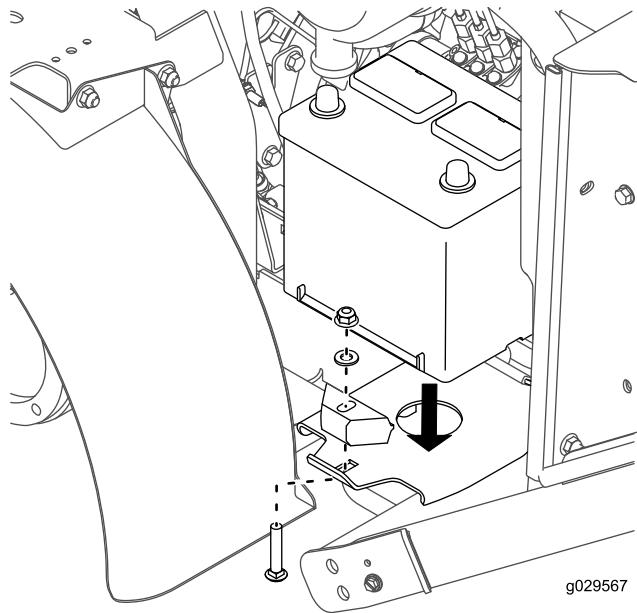

図10
8. バッテリーを、バッテリー1台に仮止めする先ほど外したキャリッジボルト、バッテリー押さえ、ワッシャ、ナットを使用する図10。